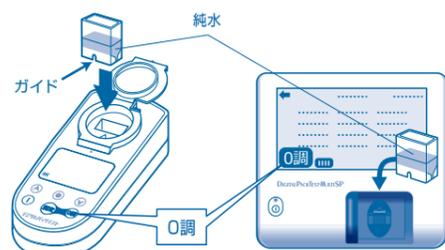

図7
⑦水質計の電源を入れます。デジタルバックテストの場合は、長押しです。デジタルバックテスト・マルチSPの場合は、【濃度測定】>【測定項目 Cr⁶⁺-D】を選択します。専用カップの標線を超えるように純水(または水道水)を入れ、専用カップのガイドが手前になるようにセルボックスにセットします。(図7)